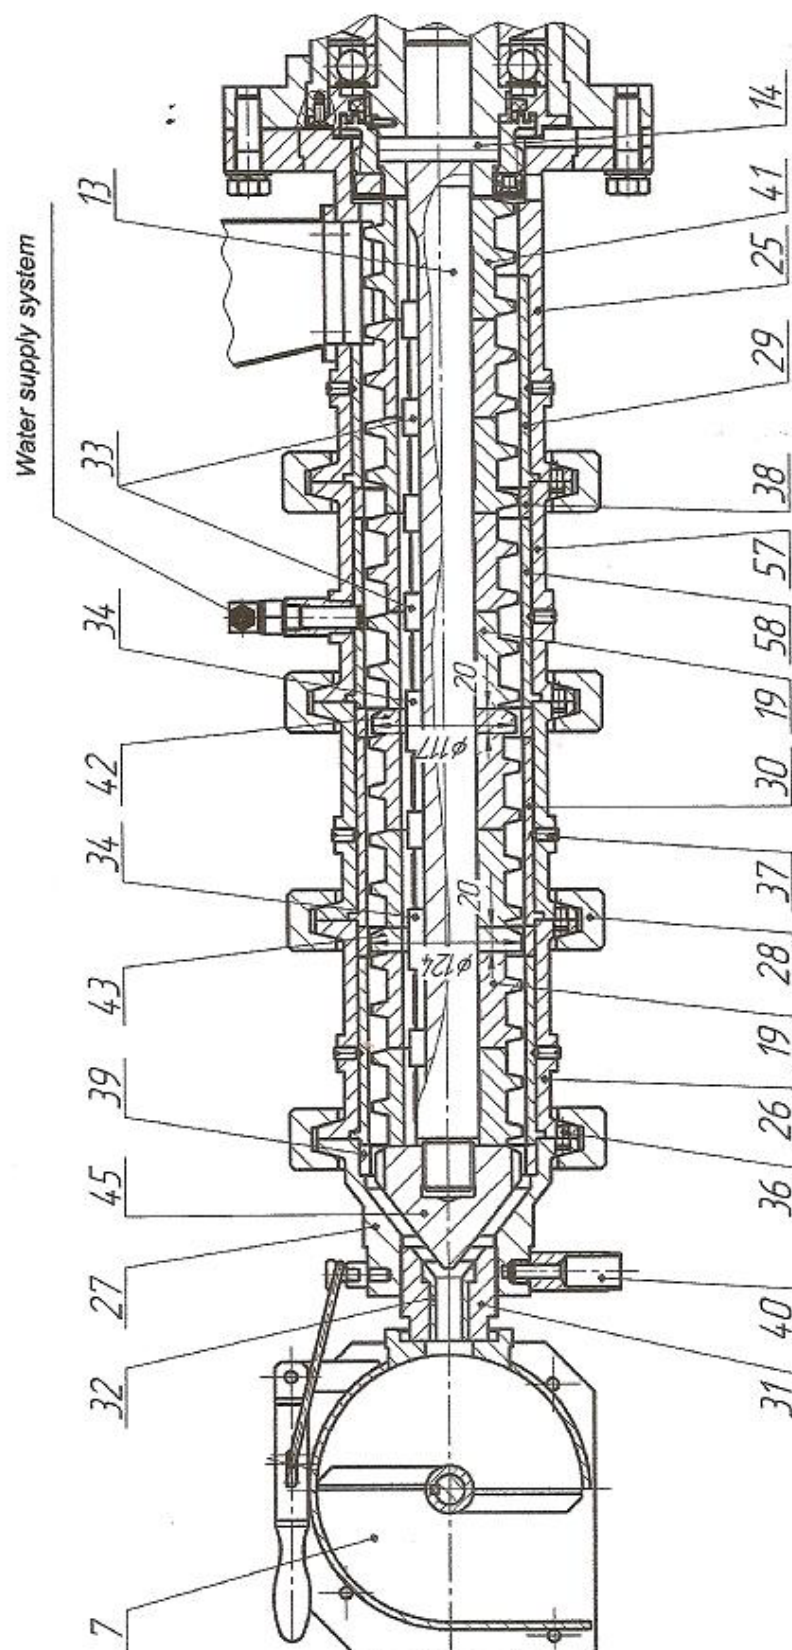

Figure 4
6. Washer E-500.00.00.009	(pos. 42, fig.4)
7. Washer E-500.00.00.008	(pos. 43, fig.4)
11. Plug E-500.00.00.005 (ø 11 mm)	(pos. 32, fig. 4)
12. Plug E-500.00.00.005-01 (ø 12 mm)	(pos. 32, fig. 4)
13. Plug E-500.00.00.005-02 (ø 10 mm)	(pos. 32, fig. 4)
18. Tip E-500.00.00.006	(pos. 45, fig. 4)